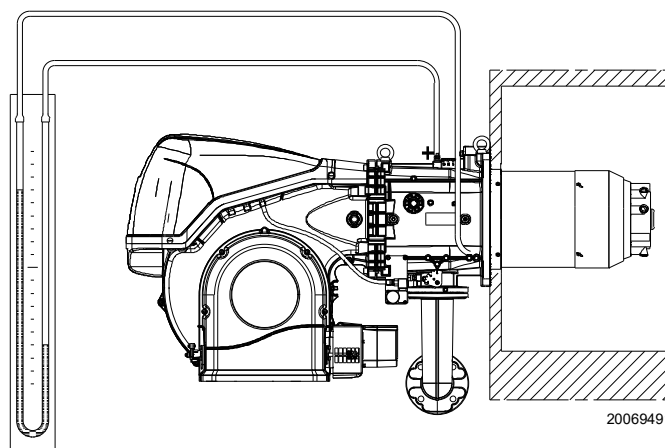

Fig. 24
- Monter un manomètre en U ou un manomètre de type différentiel (Fig. 24), avec prise (+) sur la pression du gaz du manchon et (-) dans la chambre de combustion. Il sert à mesurer approximativement la puissance MAX. du brûleur, à l'aide du Tab. N.
L'arrivée de gaz au manchon est mise en évidence sur le manomètre en U (Fig. 24).